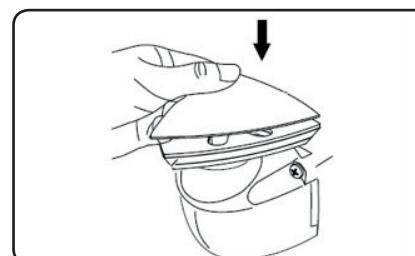

Abb.9
- ⇒ Im Falle der Anwendung der Delta-Schleifplatte setzen Sie auf diese das gleich orientierte Schleifpapier mit Klettverschluss und Körnung je nach Anwendungsart (siehe nachstehender Absatz Anwendungsart) und nach dem Aufsetzen drücken Sie das Schleifpapier fest an die Platte an, damit es gut befestigt ist, siehe Abb.9.